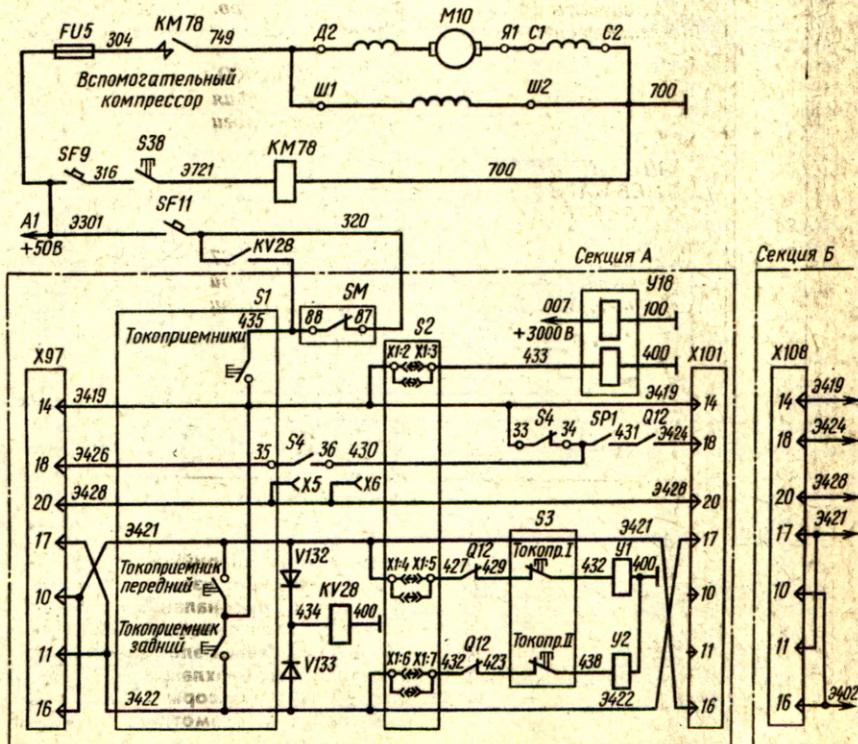
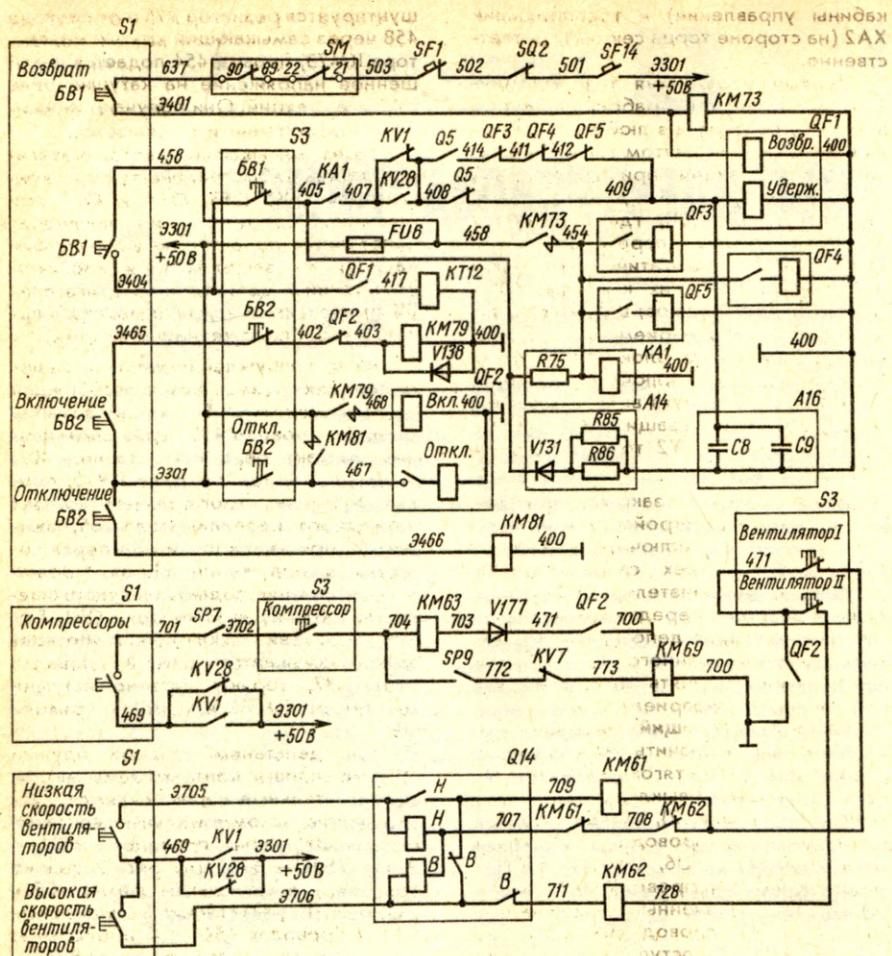

Рис. 1. Схемы управления токоприемниками и двигателем вспомогательного компрессора
Рис. 2. Схемы управления быстродействующими выключателями, двигателями компрессоров и вентиляторов
**Повреждение быстродействующего выключателя QF1 и пусковых резисторов.** При их повреждениях отключают соответствующую секцию. Отключение поврежденного выключателя QF1 осуществляют кнопкой БВ1 на кнопочном выключателе S3 (рис. 2). Если нарушена изоляция, то дополнительно отсоединяют силовые кабели от его контактного устройства.
Если на электровозе нет запаса сжатого воздуха, тогда следует нажать на кнопку S38 «Вспомогательный компрессор» (см. рис. 1) и подключить двигатель М10 к цепи провода Э301 (+50 В) через плавкий предохранитель F45, провод 304, контакты контактора К78, провод 749. При этом сжатый воздух поступит к вентилю защиты и манометру МН6.
Из рис. 1 видно, что после включения выключателя «Токоприемник задний» или «Токоприемник передний» от провода Э422 (Э421) через диод V133, провод 434 напряжение подается на катушку реле KV28. Его контакты в проводах 435—320 шунтируют контакты 87—88 контроллера SM, а в проводах Э301—469 — размыкающие контакты реле KV1 (см. рис. 2), сохраняя тем самым подачу напряжения на провод 469 после включения реле KV1, которое контролирует наличие напряжения контактной сети в силовых цепях электровоза.
**Быстродействующий выключатель QF1.** Чтобы включить выключатель QF1 силовых цепей тяговых двигателей, вначале включают выключатель BB1 на блоке S1 (см. рис. 2), который подает напряжение от провода Э301 через предохранитель FU6, провод 458 на провод Э404. От провода Э404 через нормально включенный выключатель BB1 блока S3, провод 405, резистор R75 напряжение поступает на катушку дифференциального реле KA1 силовых цепей тяговых двигателей.
Под действием главных пружин QF1 его силовые контакты замыкаются, вспомогательные переключаются. Размыкающие вспомогательные контакты разрывают цепи проводов Э801—Э811, Э801—Э969 (на рис. 2 они не показаны), и сигнальные лампы «BB1» (H5) и «BB1» (H25) гаснут. Катушка реле KA1 в проводах 454—400 продолжает получать питание через резистор R75.
В переключателя вентиляторов Q14 напряжение подается на катушки электромагнитных контакторов KM61 и KM62 (см. рис. 2). Контакторы включаются и подключают двигатели вентиляторов, соединенные параллельно, к токоприемнику.